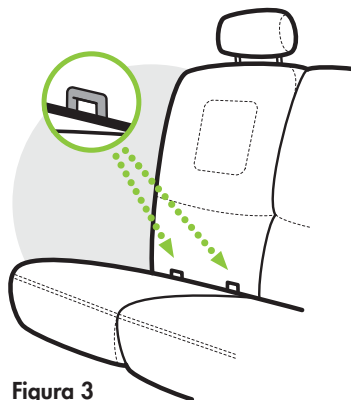

Figura 3
- Los sujetadores inferiores LATCH se encuentran en el pliegue entre el respaldo del asiento y el cojín de éste (**figura 3**).